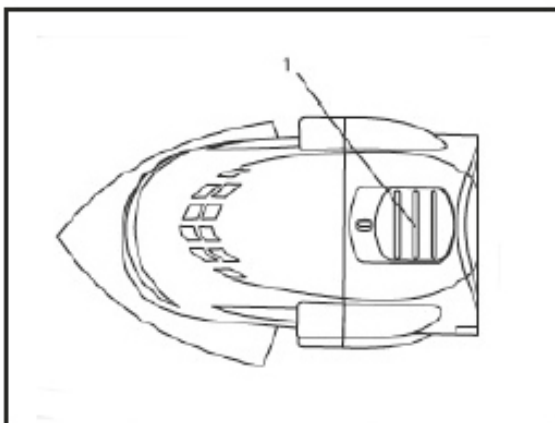

Fig. 5
* Pentru a porni aparatul, glisați comutatorul ON/OFF (1) către partea frontală a aparatului (Fig. 5)
* Pentru a opri aparatul, glisați comutatorul ON/OFF (1) către partea anterioară a aparatului.
3. Așezați aparatul cu lama (3), atingând ușor suprafața, iar zimții de tăiere să NU atingă suprafața care urmează să fie tăiată.
4. Setați viteza la cea mai rapidă viteză și rotiți aparatul în poziția ON (PORNIT) (fig. 5 și 6)
3. Așezați lama (2), în apropierea suprafeței podelei, în mijlocul uneia dintre liniile de tăiere.
4. Setați viteza aparatului la o viteză medie și porniți aparatul (fig. 5 și 6)
3. Așezați marginea lamei de tăiere (2), în apropierea gips-cartonului, în mijlocul uneia dintre liniile de tăiere .
4. Setați viteza la cea mai mare viteză și porniți aparatul (fig . 5 și 6)
4. Rotiți comutatorul ON(PORNIT) așa cum este prezentat în Fig. 5
2. Setati roata de control al vitezei la # 4 și rotiți comutatorul ON (PORNIT) așa cum se arată în Fig. 5 și 6.